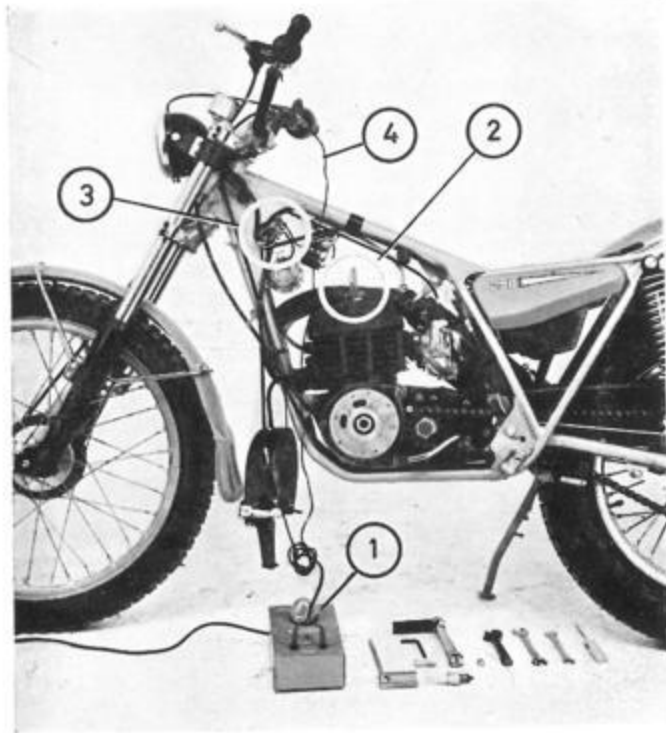

Fig. 16
3. Reglaje del ruptor. Esta regulación se efectúa a través de la primera ventana del volante magnético al girar éste hacia la izquierda (fig. 16). La superficie de los contactos debe ser plana y limpia, sin oxidaciones.
3. Réglage du rupteur. Le réglage s'effectue à travers la première fenêtre du volant magnétique, en tournant celui-ci vers la gauche (fig. 16). La surface des contacts doit être plane et propre, sans oxydation.
3. Points setting. The points are set through the first window of the magnetic flywheel on rotating it to the left (Fig. 16). The points should have a flat, clean surface, free from pitting.